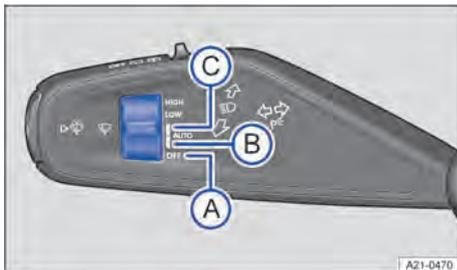

Fig. 83 Na coluna de direção à esquerda: alavanca dos indicadores de direção e do farol alto e alavanca dos limpadores dos vidros.
2. Girar o interruptor para a posição desejada → Fig. 83:
- Posição (B): baixa sensibilidade do sensor de chuva e de luz.
- Posição (C): alta sensibilidade do sensor de chuva e de luz.
1. Girar o interruptor para a posição → Fig. 83 (A).